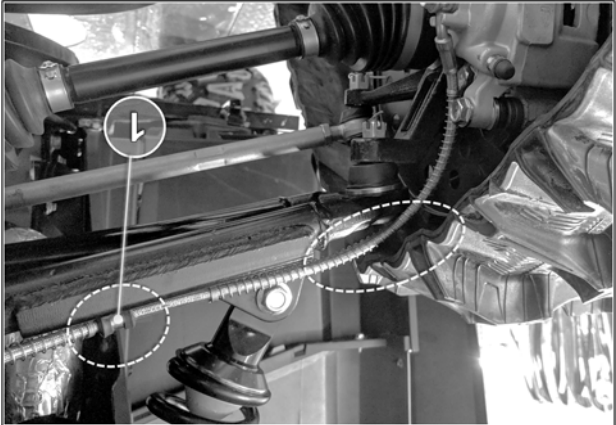

Fig. 25
4. Vérifier si les bords de chenille risquent de frotter sur les boyaux de frein avant. Si c'est le cas, desserrer les brides de boyau (1), repositionner les boyaux plus loin de la chenille et resserrer les brides pour fixer les boyaux en place. Voir la Fig. 25